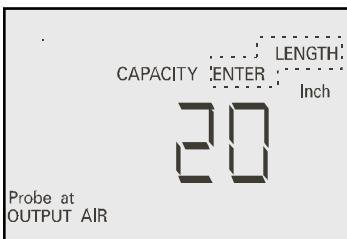

Fig. 15
**5.5.5** Le VA500A demande la longueur de la bouche de sortie du système A/C. Au moyen des touches  $\nabla\Delta$ , entrez la longueur de la bouche de sortie en pouce (Fig. 14 étape 4 & Fig. 15). N'APPUYEZ PAS SUR ENTER AVANT L'ETAPE 5.5.7.